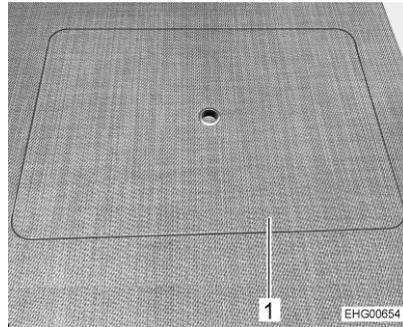

Fig. 34 Couverture de service double plancher
- Ouvrir l'un des couvercles de service (Fig. 34,1) dans la cellule.